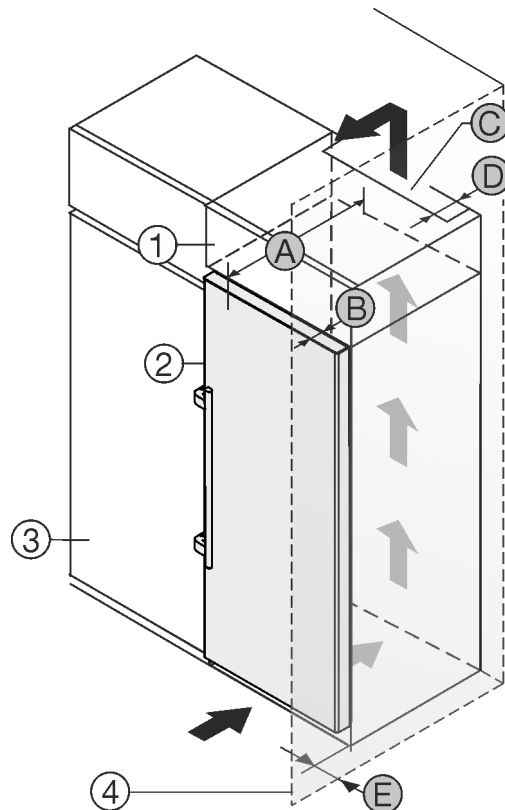

Fig. 2
Gerät direkt neben dem Küchenschrank Fig. 2 (3) aufstellen.*
An der Rückseite des Aufsatzschrankes muss ein Abluftschacht mit der Tiefe Fig. 2 (D) über die gesamte Aufsatzschrankbreite vorhanden sein.*
Unter der Raumdecke muss der Entlüftungsquerschnitt Fig. 2 (C) eingehalten werden.*
Wenn das Gerät mit den Scharnieren neben einer Wand Fig. 2 (4) aufgestellt wird, muss der Abstand zwischen Gerät und Wand mindestens 57 mm (2.24 in) betragen. Dies entspricht dem Griffüberstand bei geöffneter Tür.*
Um die Türe vollständig öffnen zu können, muss Gerät um die Türtiefe Fig. 2 (B) gegenüber der Küchenschrankfront vorstehen. Abhängig von der Tiefe der Küchenschränke Fig. 2 (3) und Verwendung von Wandabstandshaltern kann das Gerät weiter herausragen.*